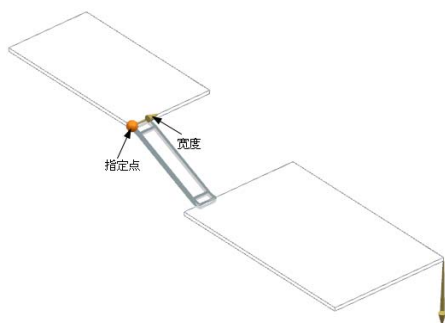

图 10-19 “有限”示意图
(1) 有限：使用指定的起始、终止边和点创建桥接折弯，示意图如图 10-19 所示。